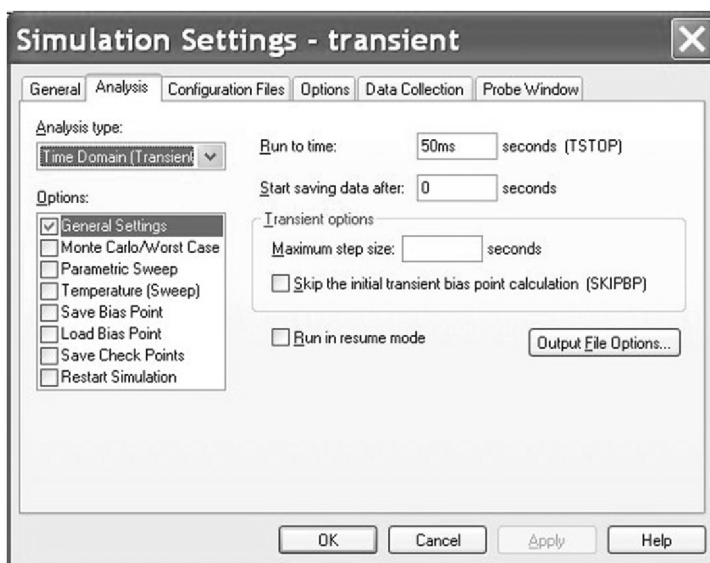

图 9.10 瞬态仿真分析设置
4. 如图 9.10 所示，对电路进行瞬态仿真分析，运行时间为 50ms。